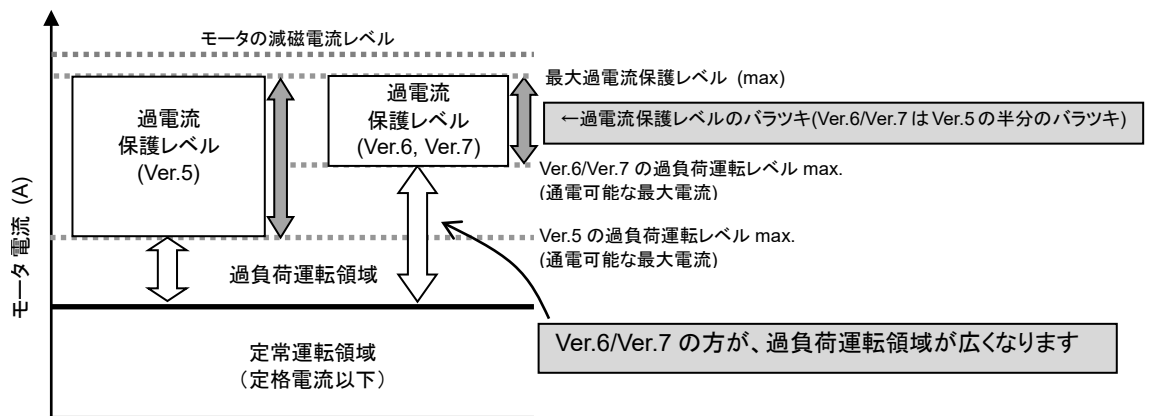

図 1-5-2 減磁など過電流保護レベルの差異について
- (3) Ver.6、Ver.7 シリーズでは、短絡保護トリップレベルの誤差を 0.48±5%と従来品の半分にすることで、短絡保護検出精度を向上しています。短絡保護検出精度の向上により、電流通電可能範囲が増加します。モータ減磁保護などの過電流保護時の保護レベルの差異を図 1-5-2 に示します。短絡保護検出精度向上によりバラツキ範囲が狭まり、従来品よりもモータ電流通電可能範囲を確保することができます。